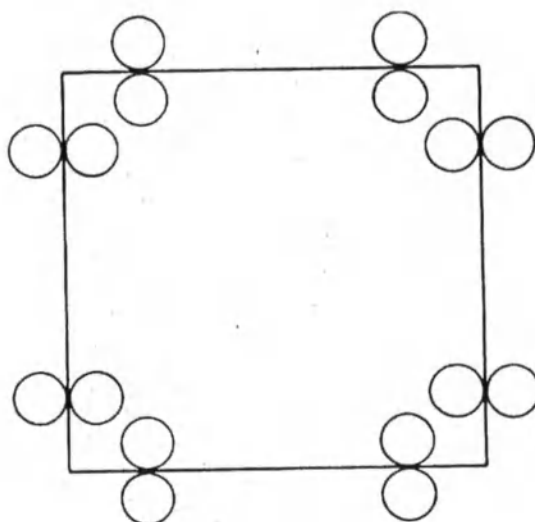

Рисунок 2.16.1 - Калибрование-выравнивание светового поля
- положите 16 монет (или шайб) на кассету, см рисунок 2.16.1 ниже;